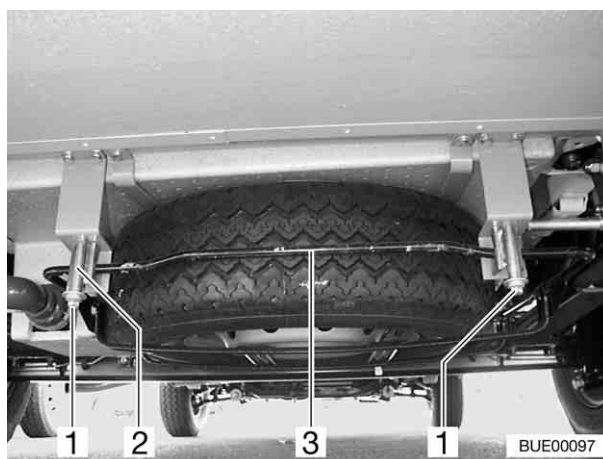
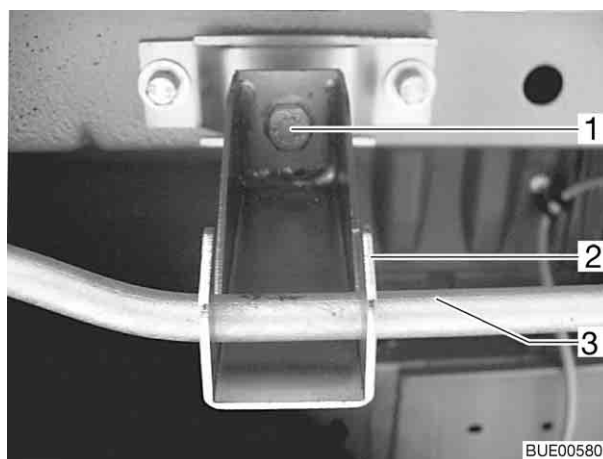

Fig. 197 Roue de secours sous le véhicule (variante 1)
Fig. 198 Roue de secours sous le véhicule (variante 2)
- Desserrer les écrous (Fig. 197,1 ou Fig. 198,1) des crochets arrière droit et gauche (Fig. 197,2 ou Fig. 198,2) de l'étrier de roue de secours avec un vilebrequin démonte-roues ainsi que le crochet de rallonge.
- Appuyer légèrement l'étrier (Fig. 197,3 ou Fig. 198,3) vers le haut, appuyer le crochet vers l'arrière et décrocher l'étrier.